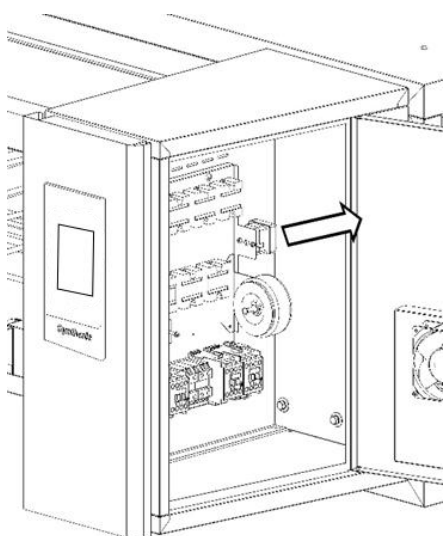
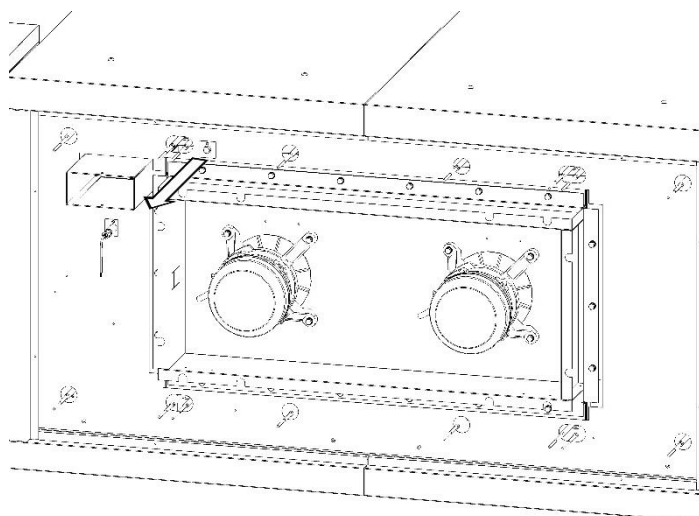

Fig.13A
Fig.13B
3. Scollegare le connessioni elettriche sul termostato e svitare le viti di fissaggio (Fig.13A).
5. Rimuovere il sigillante in silicone e sfilare il bulbo (Fig.13B), e sostituire il termostato (Fig.13A).